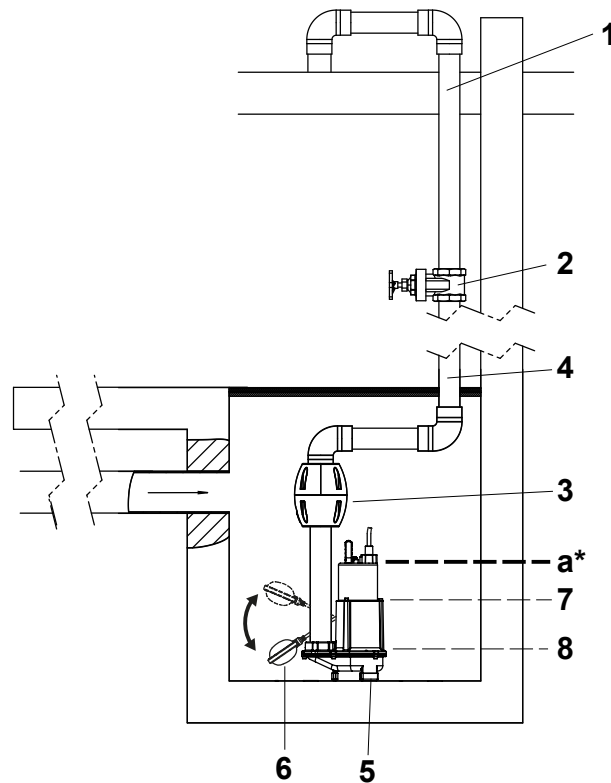

Figure 2 Exemple d'installation, puits collecteur en béton
• À une température de fluide entre 60 °C et max. 80 °C, le niveau d'eau maximum (voir Figure 2, marquage « a » ci-dessus) ne doit pas être dépassé.